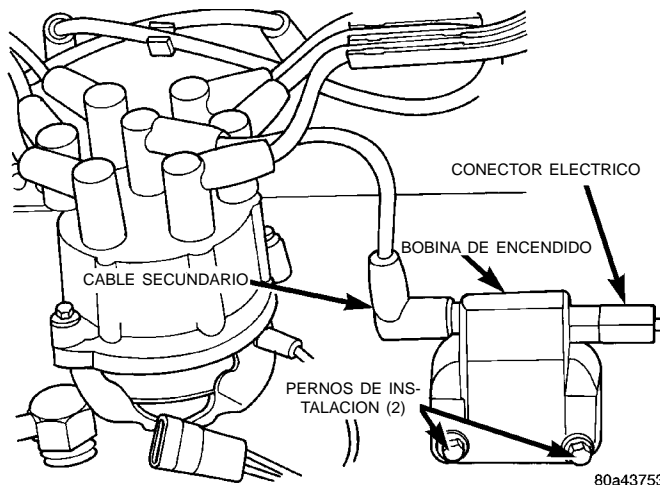

Fig. 28 Bobina de encendido—Motor de 4.0L
La bobina de encendido está instalada en un soporte del lado derecho del motor, en el frente del distribuidor (Fig. 28).
- (1) Desconecte el cable secundario de la bobina de encendido (Fig. 28).
- (2) Desconecte el conector del mazo de la bobina de encendido.
- (3) Retire los pernos de instalación de la bobina de encendido (también se pueden utilizar tuercas del lado trasero del soporte).
- (4) Retire la bobina.